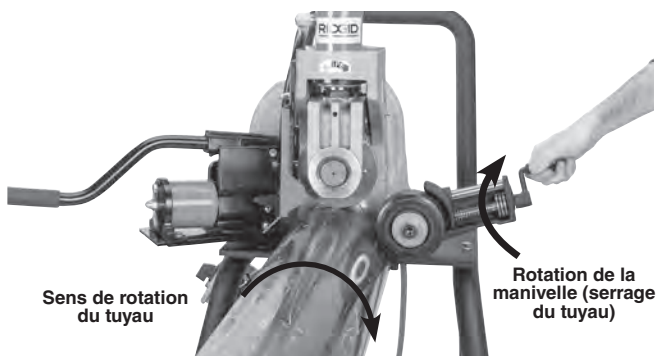

Figure 15 – Déport du tuyau de ½° (exagéré)
3. Tournez la manivelle du stabilisateur pour l'amener contre le tuyau. Ajoutez un tour de manivelle pour mettre sa roue en charge contre le tuyau (*Figure 15*). Ne pas passer votre main de l'autre côté du tuyau pour régler le stabilisateur.